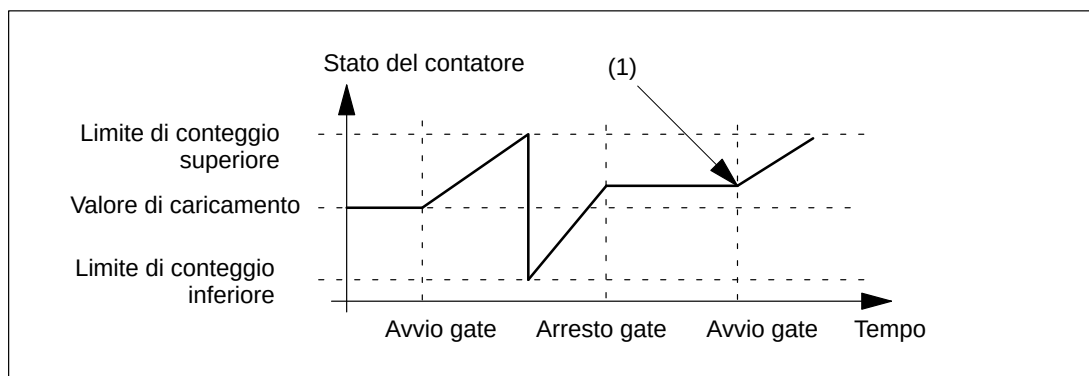

Figura 8-14 Conteggio continuo, in avanti, funzione gate di interruzione
In caso di interruzione, il conteggio prosegue dopo la chiusura e il riavvio del gate con l'ultimo valore di conteggio attuale (momento (1) nella figura 8-14):